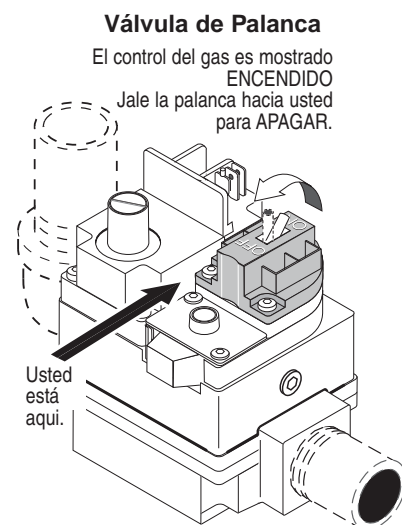

Figura 29.
6. **Válvula de Palanca:** Tire la palanca hacia usted para apagar el gas, ver Figura 29.
7. Espere cinco (5) minutos para sacar cualquier gas. Si luego le huele a gas, ¡DETENGASE! Siga el paso "B" de las instrucciones "Antes de Encender" (página 32). Si no le huele a gas, vaya al siguiente paso.
4. **Válvula de Palanca:** Tire la palanca hacia usted para apagar el gas, ver Figura 29.